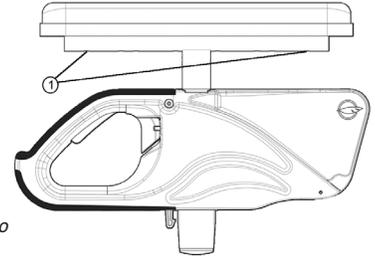

Fig. 20
- Rimuovete le viti (1) (Fig. 20) posizionate sotto il cuscinetto (attraverso il tubo).
- Installate di nuovo le viti (1) e stringetele fermamente.